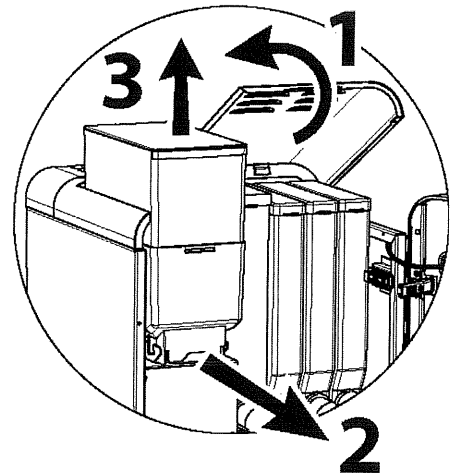

Bild 6-11
- 2 Vik upp den övre luckan (se bild 6-11 steg 1)
- Dra skjutspaken hela vägen framåt (2)
- Lyft upp produktbehållaren ur maskinen (3)